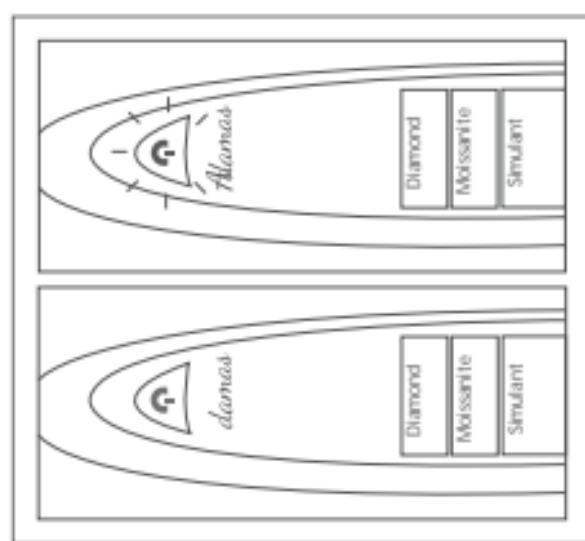

Fig. 3
3. Premere il pulsante di Accensione/Spegnimento per accendere il tester. Una volta che la luce READY smette di lampeggiare, il tester è pronto per entrare in modalità di calibrazione come mostrato nella Fig. 3. Questa fase potrebbe impiegare fino a 15 secondi. Se la luce READY continua a lampeggiare dopo 15 secondi, la punta della sonda potrebbe non essere posizionata correttamente. Ripetere la procedura dal Punto 1 e 2.